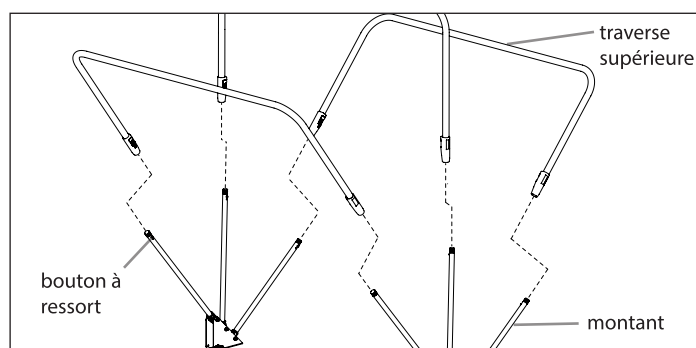

FIGURE 9
14. Insérer les trois (3) montants de chaque articulation (68141/68142) dans les trois (3) traverses supérieures (68131). Enfoncer les boutons à ressort pour pouvoir enfiler la traverse supérieure sur les montants d'articulation. Placer les traverses supérieures en position de transport sur les montants d'articulation (hauteur repliée minimale). **VOIR FIGURE 9**